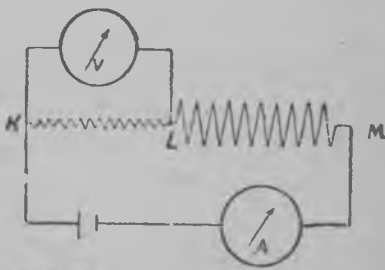

Рис. 57. Амперметр и вольтметр включимине цеппих.
1. Ухтуттахуб последовательно (рис. 57) токан источниккан, молеммат испытывайдават сопротивлениат *KL* и амперметра, ухтутаккиа параллельно вольтметра ухтен сопротивлениа клемман ке *KL*. Токан замыкайччехуо определеккуа токан сила цепис *I*. Напряжения *V* сопротивлениа *KL* пийлойс. Суадулойн тизедолойн мугах определеккуа читтаваа сопротивлениа.